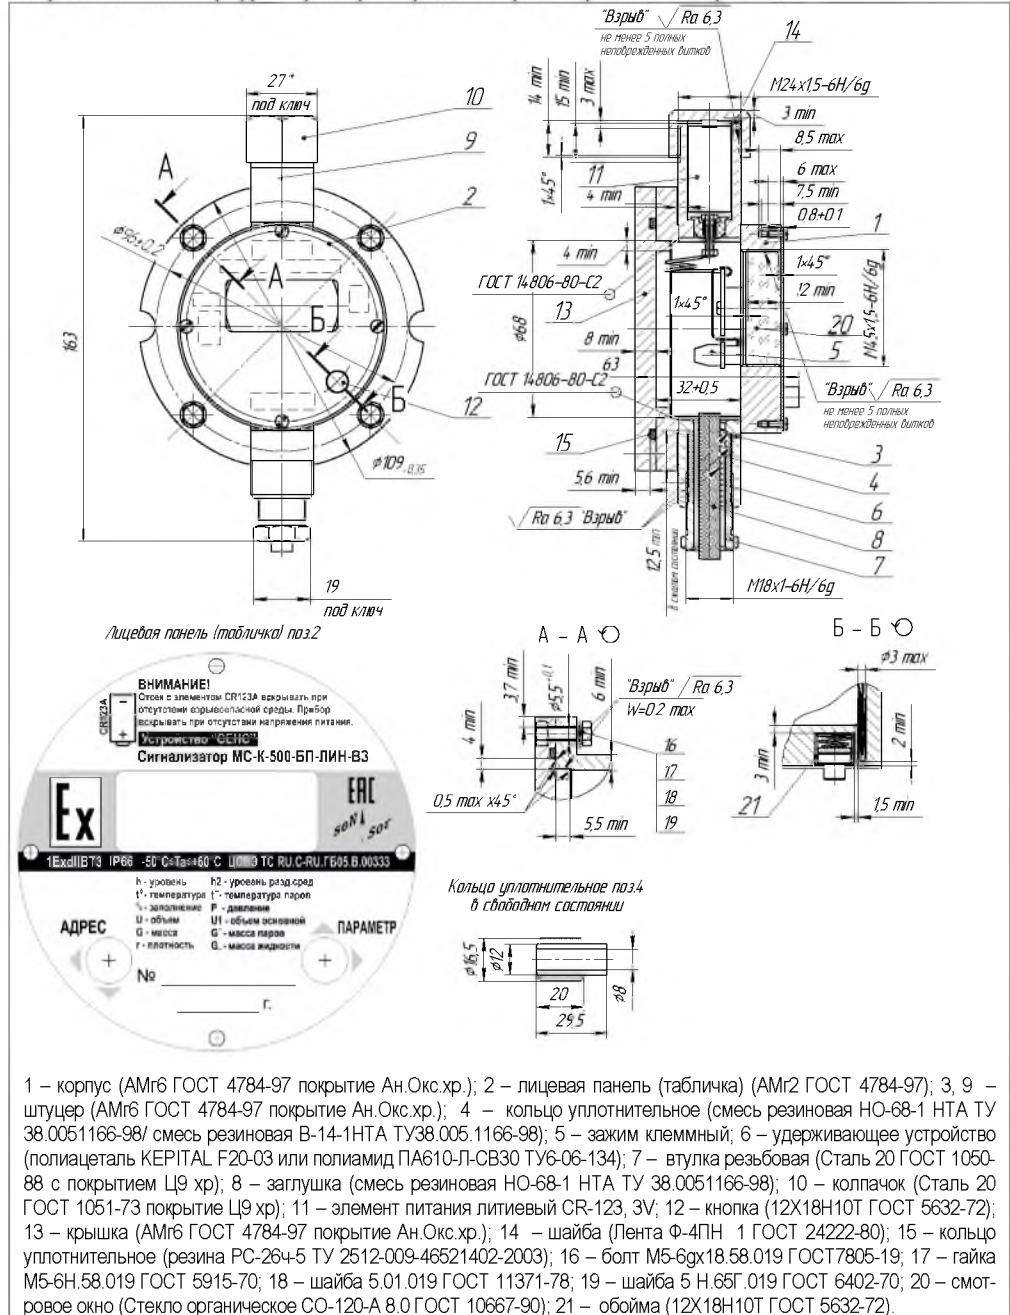

Рисунок 7
5.2.5 Сопряжения деталей, обеспечивающих взрывозащиту вида «d», показаны на чертеже средств взрывозащиты (рисунок 7), обозначены словом «Взрыв».
6.1.6 Крышка сигнализатора должна быть закреплена равномерно затянутыми до упора болтами с обеспечением минимального зазора (W), указанного на чертеже средств взрывозащиты (рисунок 7).
Электрические соединения и герметизацию сигнализатора производить следующим образом (рисунок 7):